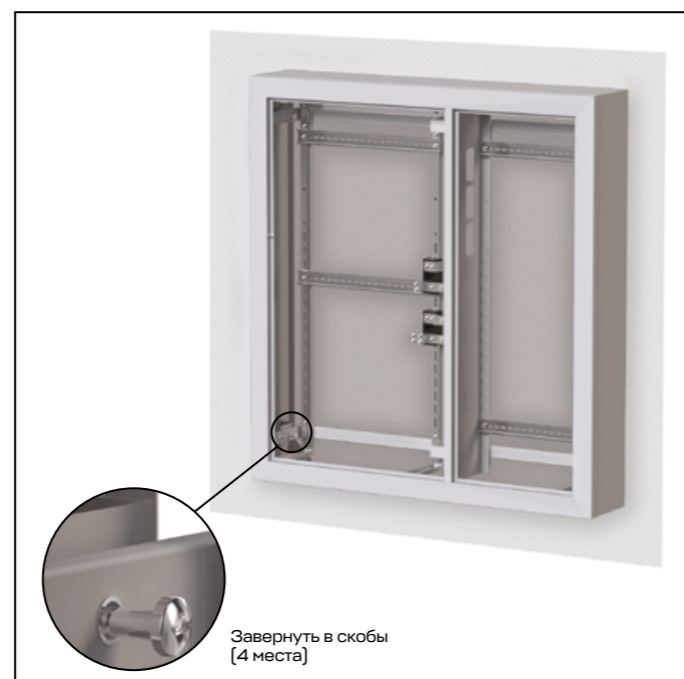

Рис. 9
3.2. Вставьте корпус в кожух щита этажного и закрутите болты M8×50, установленные в корпусе щита, в отверстия П-скоб кожуха щита этажного (рис. 9).